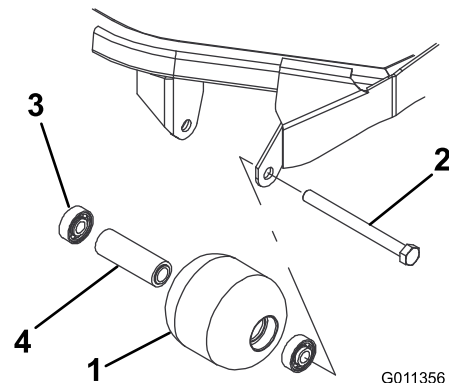

Bild 82
1. Entfernen Sie die Rollenbefestigungsschraube (Bild 82).
4. Prüfen Sie das Rollengehäuse, die Lager und das Distanzstück auf Beschädigungen (Bild 82).
1. Drücken Sie das erste Lager in das Rollengehäuse (**Bild 82**). Drücken Sie dabei nur auf den äußeren Ring oder gleichmäßig auf die inneren und äußeren Ringe.
2. Setzen Sie ein Distanzstück ein (**Bild 82**).
3. Drücken Sie das zweite Lager in das Rollengehäuse (**Bild 82**). Pressen Sie dabei gleichmäßig auf den inneren und den äußeren Käfig, bis der innere das Distanzstück berührt.